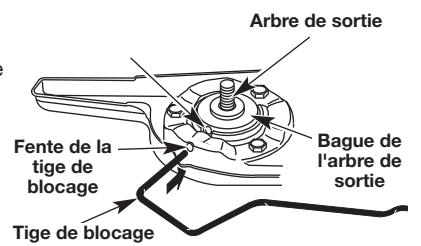

Fig. 11
3. Alignez le trou de la bague de l'arbre avec la fente de la tige de blocage, puis insérez la tige dans le trou (Fig. 11).